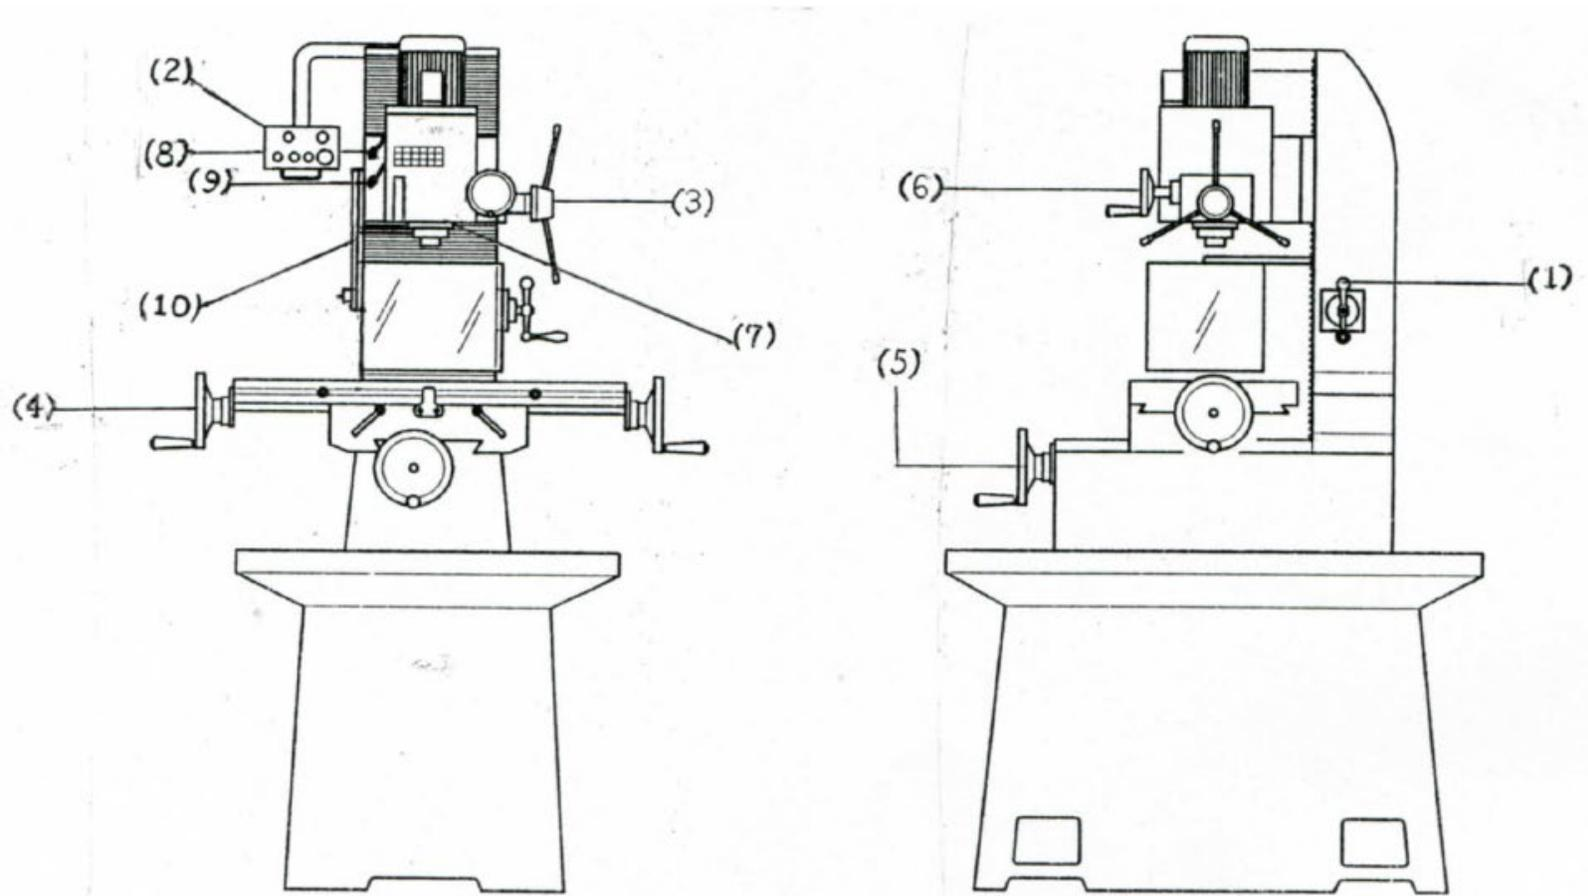

FIG 2
2. Après le nettoyage, enduisez la machine d'un lubrifiant léger. Lubrifiez tous les points comme indiqué sur la figure 2.
## Utilisation des principales pièces de la machine (Voir fig.2)